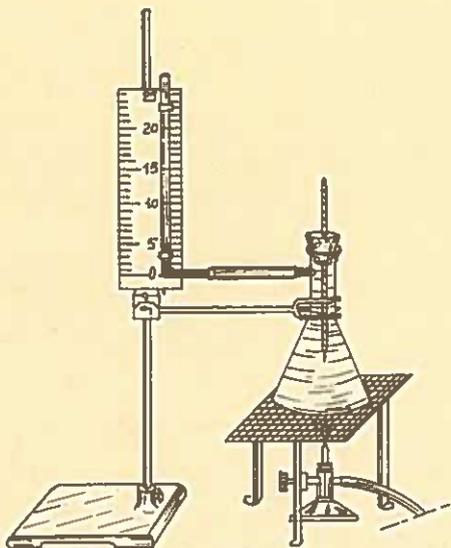

fig.1
Montaggio: (V. fig. 1)
- Togliere il tubo ad "U" dalla scala ed applicarvi il tubo ad "L", collegandolo, tramite il tubo di gomma da 5 cm con il tubetto laterale del matraccio bloccato sulla pinza. (V. fig.1).